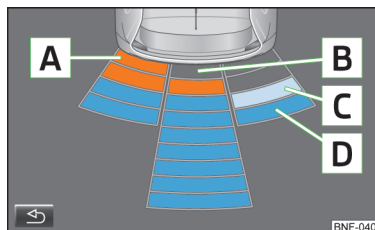

Fig. 85 Indicación en pantalla del sistema óptico de estacionamiento
Visualización de la pantalla » fig. 85
- A** Mediante el segmento de color naranja se representa un obstáculo detectado en la zona de colisión » fig. 85. **¡No continúe el viaje!**
- » Pulsando ligeramente la tecla **↩** en la pantalla del equipo multifunción » fig. 85.